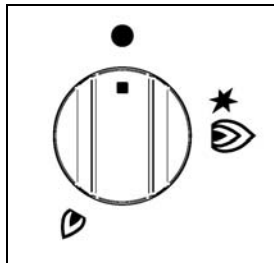

Fig.22
- **Accensione manuale (e' sempre possibile anche in caso di interruzione dell'energia elettrica):** Premere e girare in senso antiorario la manopola corrispondente al bruciatore selezionato, portarla sulla posizione di MASSIMO (fiamma grande Fig.22) ed avvicinare un fiammifero acceso al bruciatore.
- **Accensione elettrica:** Premere e girare in senso antiorario la manopola corrispondente al bruciatore selezionato, portarla sulla posizione di MASSIMO (fiamma grande Fig. 22) tenere premuta la manopola in corrispondenza del simbolo di accensione contraddistinto da una stella (per cucine dotate di accensione sottomanopola) o premere il bottone di accensione contraddistinto da una stella e rilasciarlo non appena il bruciatore si è acceso.
grande Fig 22), premere la manopola ed attivare uno dei dispositivi di accensione sopra descritti. Ad accensione avvenuta mantenere la manopola premuta per circa 10 secondi in modo da permettere alla fiamma di scaldare la termocoppia. Nell'eventualità che il bruciatore si spenga dopo aver rilasciato la manopola, ripetere interamente l'operazione.
- Quando si è giunti all'ebollizione portare la manopola in posizione di MINIMO (fiamma piccola Fig. 22).